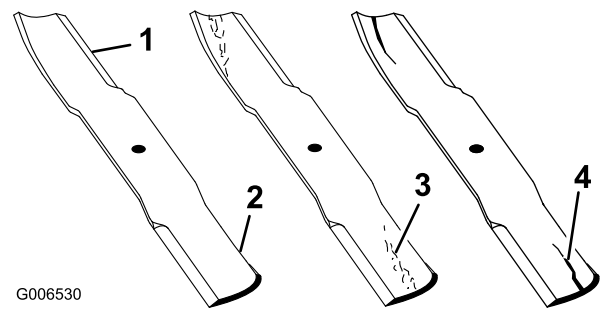

Figure 49
1. Examinez le tranchant des lames (Figure 49). Si les lames ne sont pas tranchantes ou si elles présentent des indentations, déposez-les et aiguisiez-les. Voir Aiguisage des lames.
2. Inspectez les lames, surtout la partie relevée (Figure 49). Remplacez immédiatement toute lame usée ou qui présente une fissure ou une entaille (repère 3. de la Figure 49).